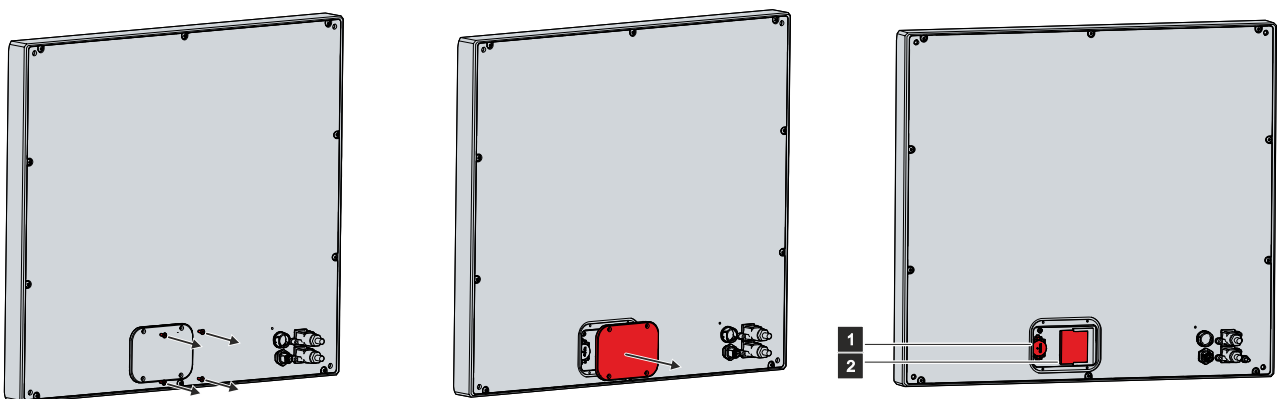

Abb. 12: Zugang Gerätekomponenten
Sie erhalten Zugang zu der Batterie (1) und dem Speichermedium (2) über die Rückseite des Panel-PCs. Die Komponenten befinden sich hinter einer Abdeckung. Um Zugang zu den Gerätekomponenten zu erhalten, lösen Sie die vier M3x8-Schrauben und entfernen Sie die Abdeckung (siehe Abb. 12).